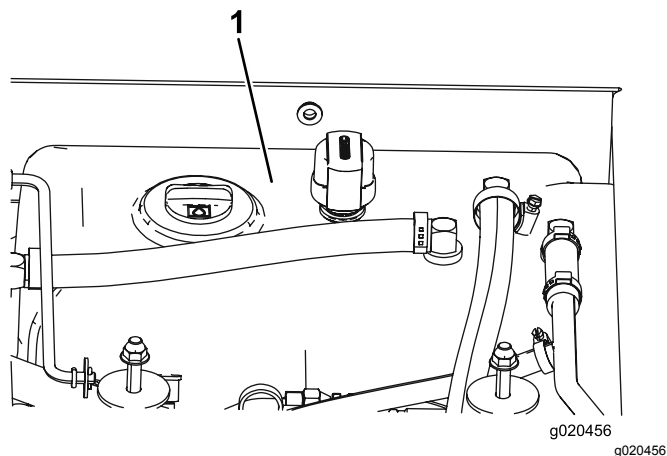

Figura 104
- Encha o reservatório (Figura 104) com fluido hidráulico; consulte Verificar o fluido hidráulico \(página 74\).